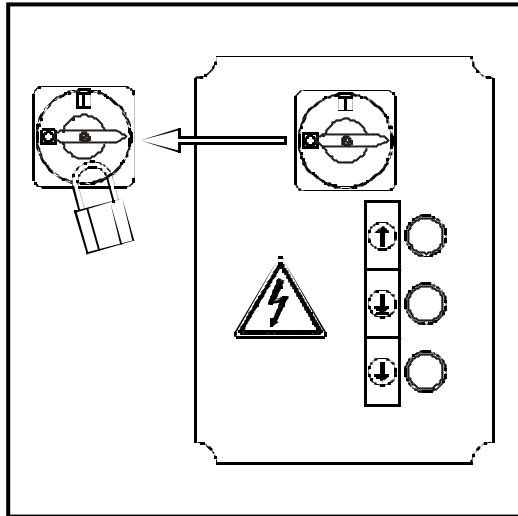

Fig.56
- l'interruttore generale sul quadro deve essere bloccato IN POSIZIONE "0" mediante un LUCCHETTO (Fig.56).
- control box must be locked in **POSITION "0" by using a LOCK** (Fig.56).